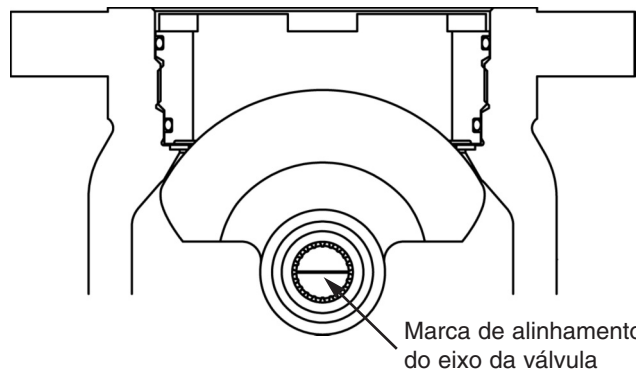

Figura 8 - Alinhamento do Eixo
- Encaixe o conjunto do atuador no eixo da válvula, alinhando os furos da torre com os prisioneiros de fixação montados no castelo da válvula (não esqueça de posicionar antes o flange prensa-gaxetas). Para garantir uma rotação completa da esfera, a marca existente na extremidade do eixo da válvula deve estar alinhada conforme indicado na figura 8.